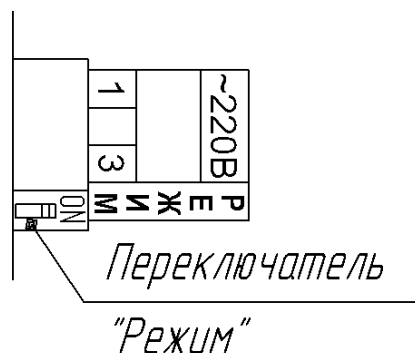

Рис.1.
4.6 Переключатель «**РЕЖИМ**» расположен рядом с разъемом питания (рис.1). Переключение осуществлять с помощью плоской отвертки подходящего размера.